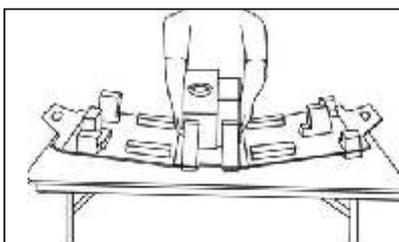

ABBILDUNG 3
3. Klappen Sie auf einer stabilen Unterlage die Seitenteile der Verpackung nach unten und nehmen Sie den Drucker heraus (Abb. 3).